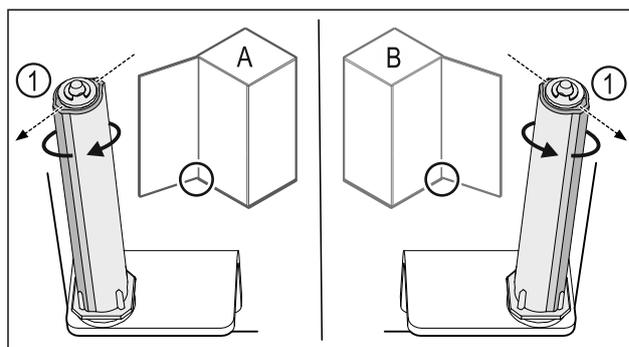

Fig. 46 Okretanje nalijevo (A) / okretanje nadesno (B)
- Okrećite sustav zatvaranja do kraja dok lamela sustava zatvaranja Fig. 46 (1) ne bude usmjerena prema van.